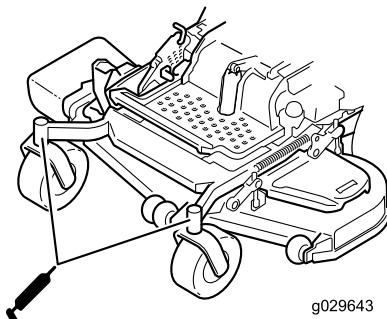

Figura 50
6. Montate il tappo esagonale e lo scodellino antipolvere (Figura 50).
- Ingrassate i cuscinetti delle ruote orientabili (**Figura 50**).